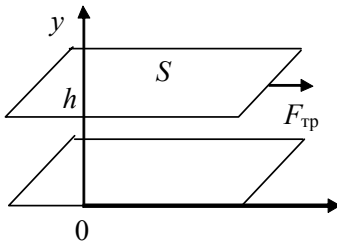

Рисунок 1.5
1.22. Как изменится сила трения в плоскопараллельном смазочном слое, если в качестве смазки вместо машинного масла использовать глицерин (рисунок 1.5)?